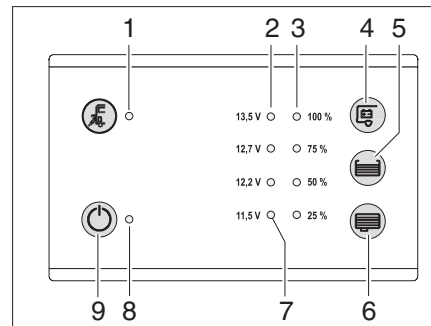

Bild 70 Panel LT 100
- ▶ Klicka på huvudströmbrytarens sensorknapp 12V PÅ/AV (Bild 70,9) .
- ▶ Tryck på sensorknappen för avläsning av batterispänning (Bild 70,4):
| Varningslysdioden för djupurladdning (Bild 70,7) lyser | Allvarlig djupurladdning av bodelsbatteriet.      | Stäng av alla 12 V-förbrukare.  |
- ▶ Tryck på sensorknappen för avläsning nivån i tanken med vatten (Bild 70,5) eller avloppsvatten (Bild 70,6).